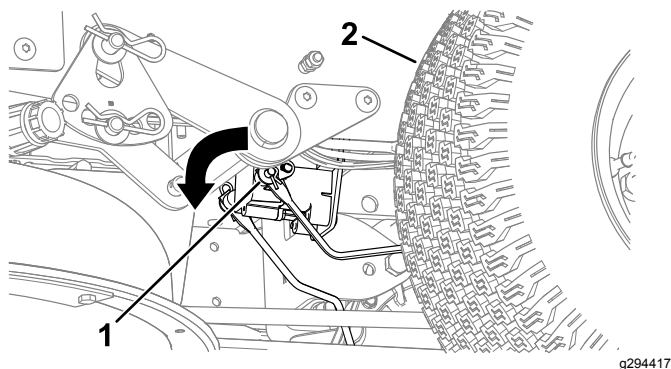

Figure 47
2. Localisez l'arbre sur le frein électrique au point de connexion des bras de liaison (Figure 47).